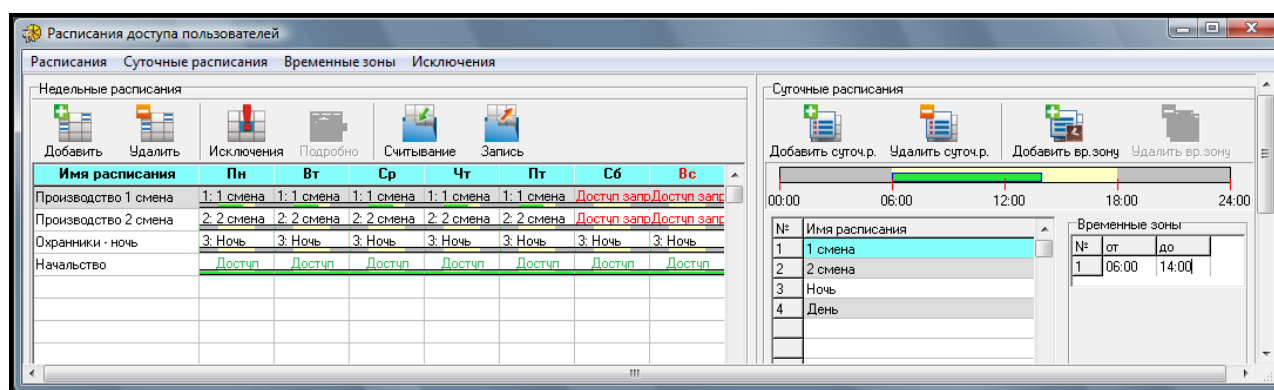
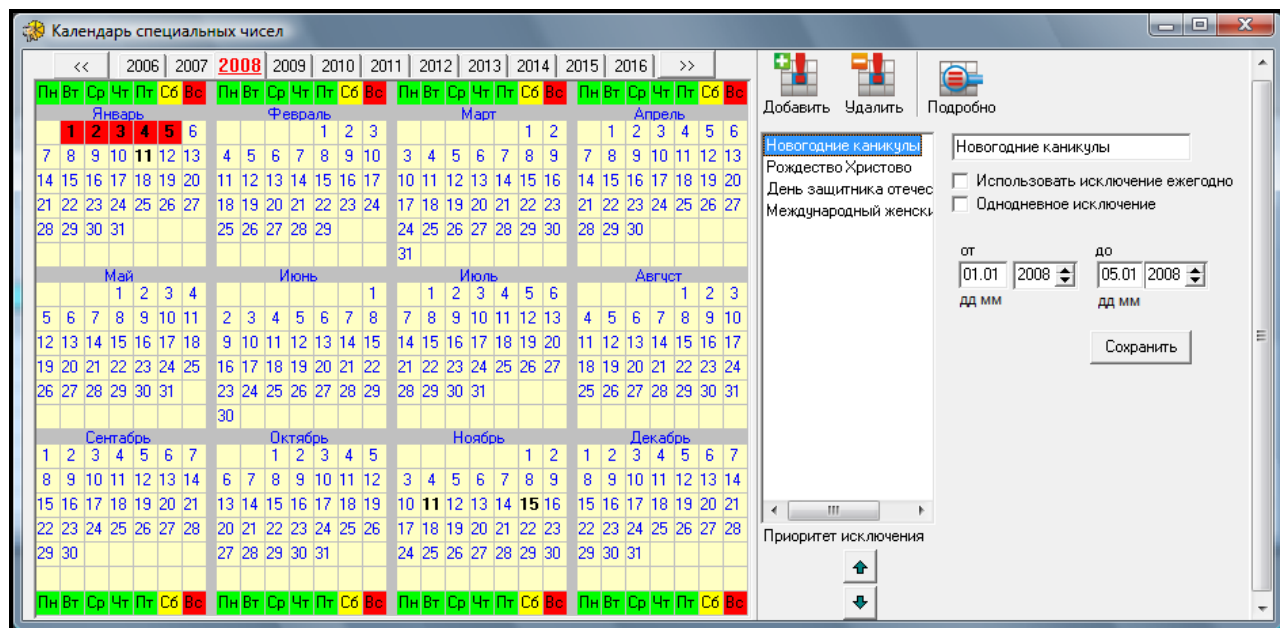

Рис. 31. Окно с расписаниями доступа.
Рис. 32. Окно с календарем специальных чисел.
1. Щелкните по кнопке РАСПИСАНИЯ, доступной в главном меню программы (см.: рис. 22). Откроется окно РАСПИСАНИЯ ДОСТУПА ПОЛЬЗОВАТЕЛЕЙ (см.: рис. 31).
1. Щелкните по кнопке ИСКЛЮЧЕНИЯ, доступной в окне РАСПИСАНИЯ ДОСТУПА (см.: рис. 31). Откроется окно КАЛЕНДАРЬ СПЕЦИАЛЬНЫХ ЧИСЕЛ (см.: рис. 32).